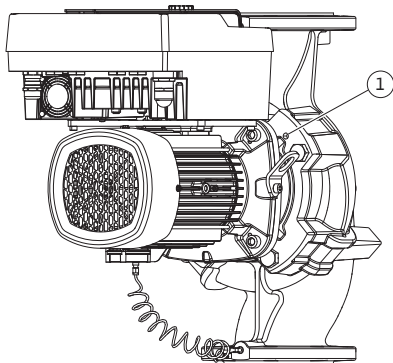

Fig. 12: Borttagning av instickssatsen via gänghålen
För pumptypen (Fig. III och Fig. IV) lossar du skruvarna (pos. 29). Använd de gänghål (Fig. 12, pos. 1) som sitter jämte och använd lämpliga skruvar som tillhandahålls på plats (t.ex. M10 x 25 mm).